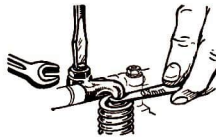

Bild 11
9. Zeichne in Bild 11 den Kraftverlauf von der Nockenwelle bis zum Ventilkopf ein!